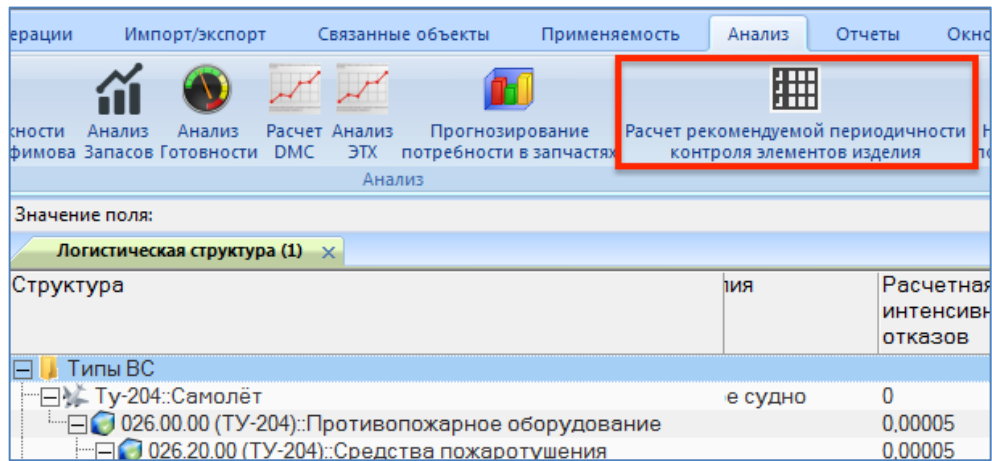

Рис. 11-31 – Запуск расчета рекомендуемой периодичности выполнения работ
- 2) Нажать кнопку «Расчет рекомендуемой периодичности контроля элементов изделия» (рис. 11-31):